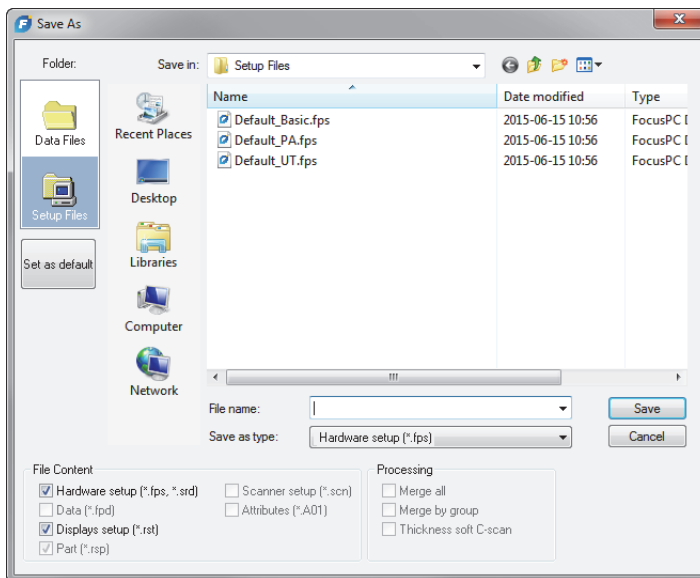

Рис. 4-2 Диалоговое окно Сохранить как
2. В диалоговом окне **Save As** [Сохранить как] (Рис. 4-2 на стр. 105), выполните следующее: